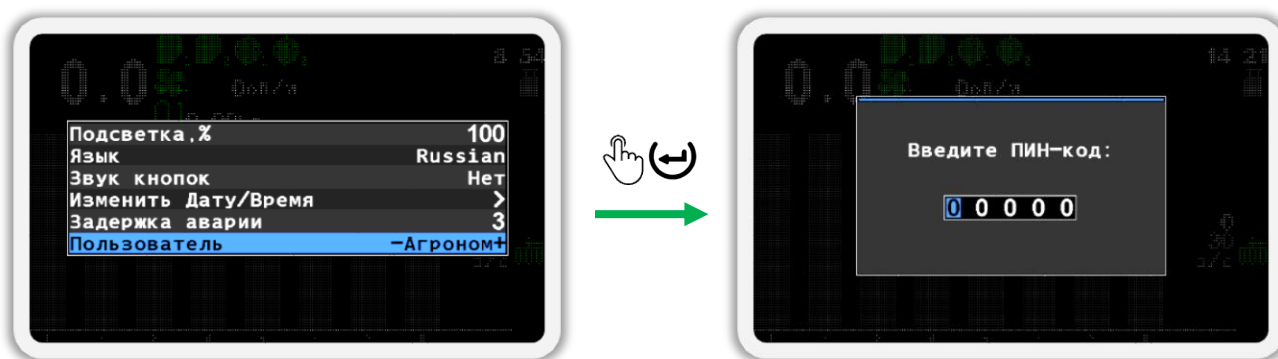

Рисунок 50
- в) Выберите пользователя «Агроном» (см. Рисунок 50 слева). Для этого используйте кнопки  «Плюс» и  «Минус».
- д) В появившемся окне (см. Рисунок 50 справа) введите ПИН-код «88888». Цифра, значение которой можно изменять, отображается черным цветом на синем фоне. Для изменения её значения используйте кнопки  «Плюс» и  «Минус», а для перехода к другой цифре используйте кнопки  «Вверх» и  «Вниз».